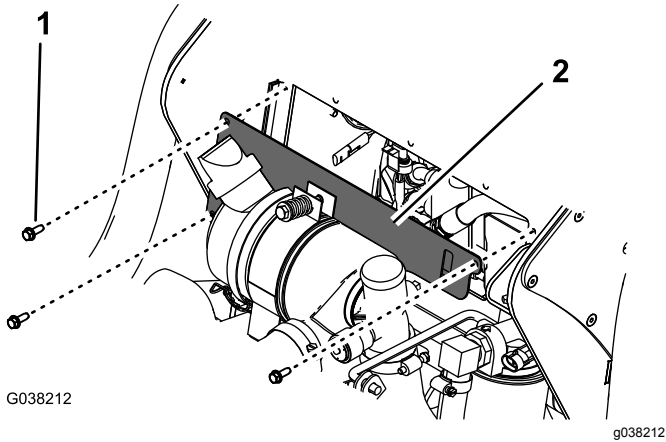

Bild 2
2. Entfernen Sie die Abdeckplatte (Bild 2).